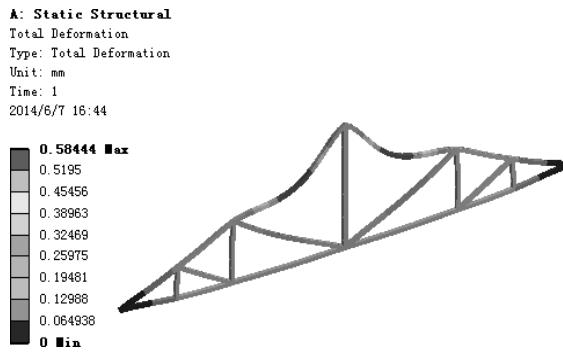

图 7.8.14 位移变形结果图解
(1) 求解分析。在顶部工具栏中单击 按钮求解分析。
(2) 查看位移变形结果图解。在“Outline”窗口中选中 Total Deformation，查看图 7.8.14 所示的位移变形结果，其最大位移为 0.58444 mm。